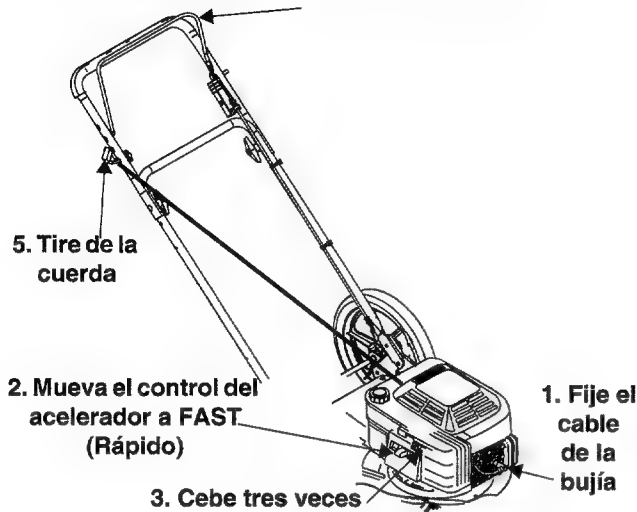

Figura 8
- Ceebe tres veces. Vea la Figura 8. Espere dos segundos aproximadamente entre cada cebado. Ceebe cinco veces en tiempo frío alrededor de 55° o menor. Después de un apagado breve **no ceebe para volver a arrancar un motor.**
- Sujete el mango del arrancador y tire lentamente de la sog a hasta que el motor llegue al comienzo del ciclo de compresión (la sog a ofrecerá un poco de más resistencia en este punto). Vea la Figura 8. Permita que la sog a se enrolle lentamente.